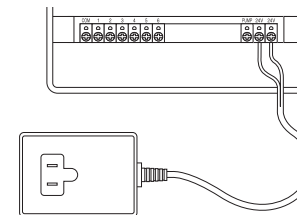

Figure 21: Connexion du transformateur
- Mettre le transformateur sous tension. [Voir Figure 21].